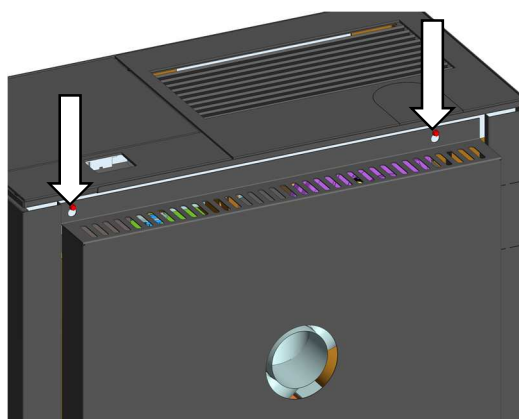
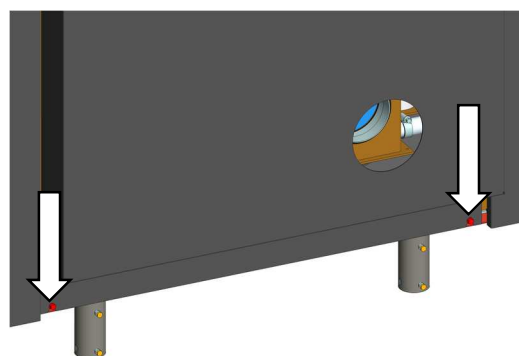

Abb. 22: Rückwand demontieren oben
Abb. 23: Rückwand demontieren unten
1. Jeweils zwei Schrauben auf Oberseite (Abb. 22) und Unterseite (Abb. 23) der Rückwand lösen, nicht heraus-schrauben.